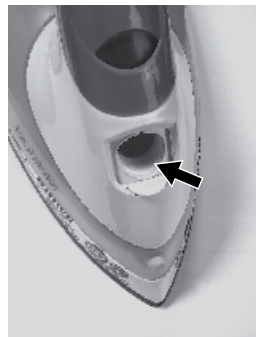

Abb. 1
3. Abdeckung der Einfüllöffnung aufklappen (Abb. 1) und den Behälter mit Wasser füllen. Nur destilliertes oder abgekochtes Wasser verwenden. Den Behälter mit keiner anderen Flüssigkeit als Wasser füllen. In das Wasser keine Zusatzstoffe